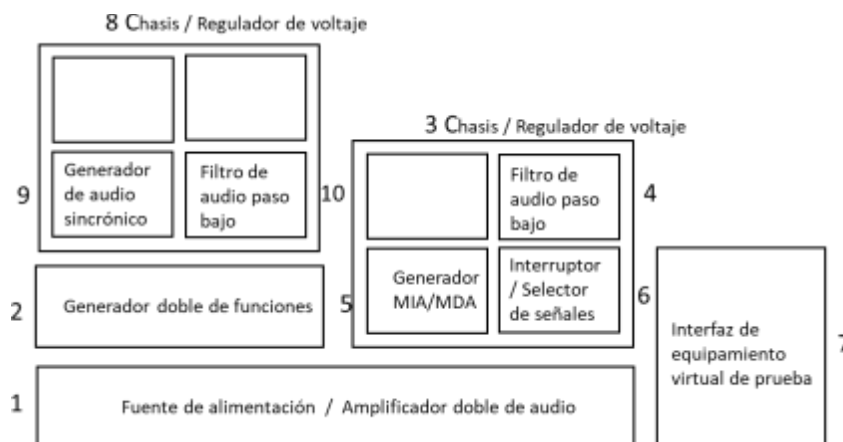

Figura 3.5
1. Quitar todas las conexiones, agregar otro chasis e instalar los módulos como lo indica la figura 3.5, el filtro de audio de paso bajo se utilizará para demodular las señales PAM.